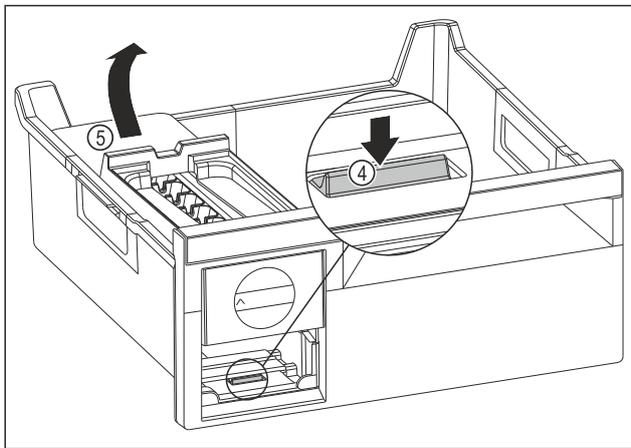

Fig. 77
- ▶ 取出 EasyTwist-Ice 机身：用手指朝下按压接片 Fig. 77 (4) 并同时从后面用另一只手提升 EasyTwist-Ice 机身 Fig. 77 (5)。